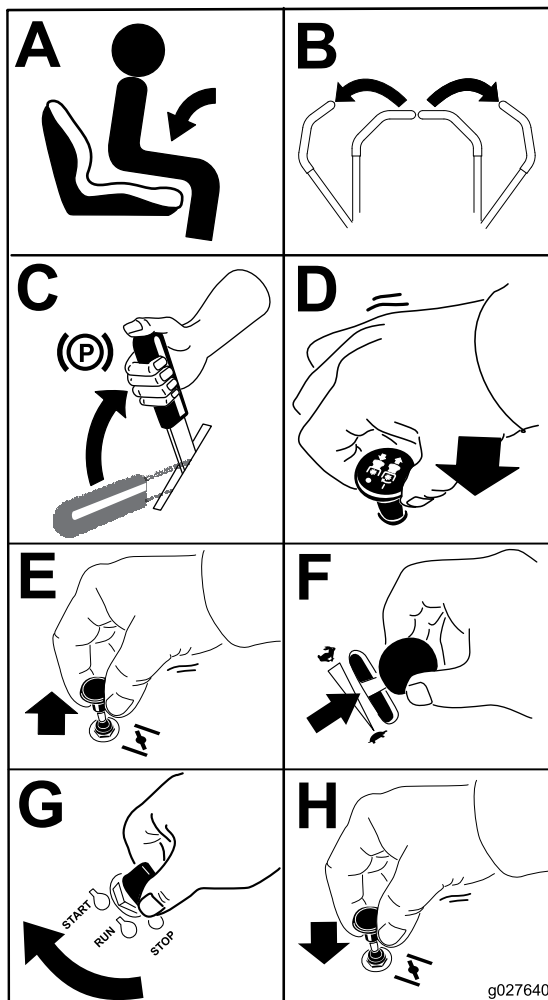

Bild 16
**Hinweis:** Ein bereits warmer oder heiß gelaufener Motor benötigt keine oder eine nur minimale Starthilfe (Bild 16).